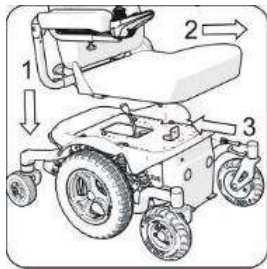

Figura 5-146
Coloque el asiento en el chasis (1) y muévalo hacia delante. (Figura 5-146).